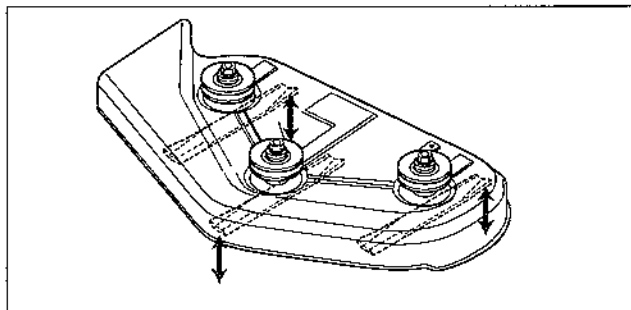

Figure 35. Orienter les lames longitudinalement
1. Orienter les lames longitudinalement (Figure 35).